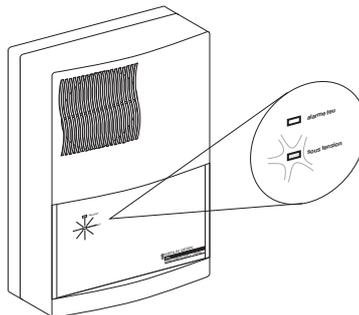

fig. 6
□ le témoin vert s'allume (figure 6)